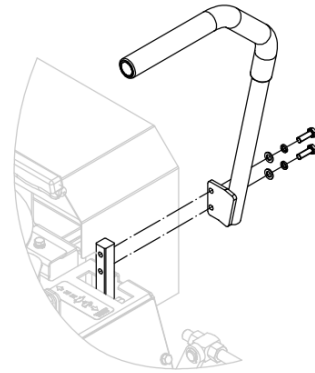

Fig. 5
2. Placez le levier à l'extérieur de l'arbre du bras de commande et fixez-le avec des boulons et des rondelles (reportez-vous à la Fig. 5), serrez jusqu'à ce qu'il soit bien fixé. Répétez de l'autre côté de la machine.